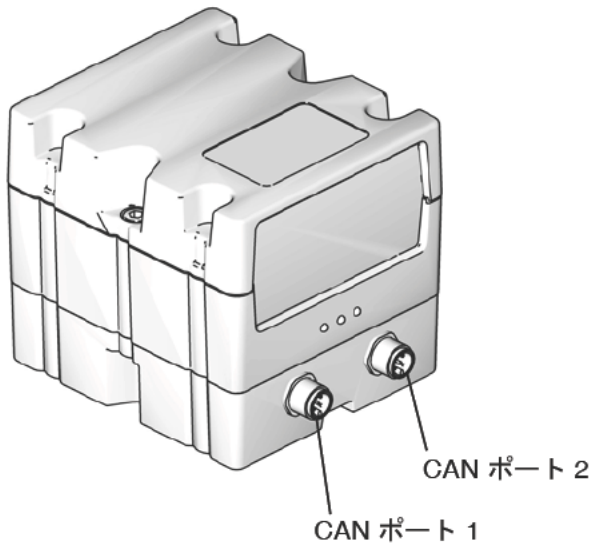

図 36: CGM CAN接続
10. CANケーブルのもう1つの端を、CGMのCANポート1または2のいずれかに接続してください。図 36。いずれかのポートに接続できます。